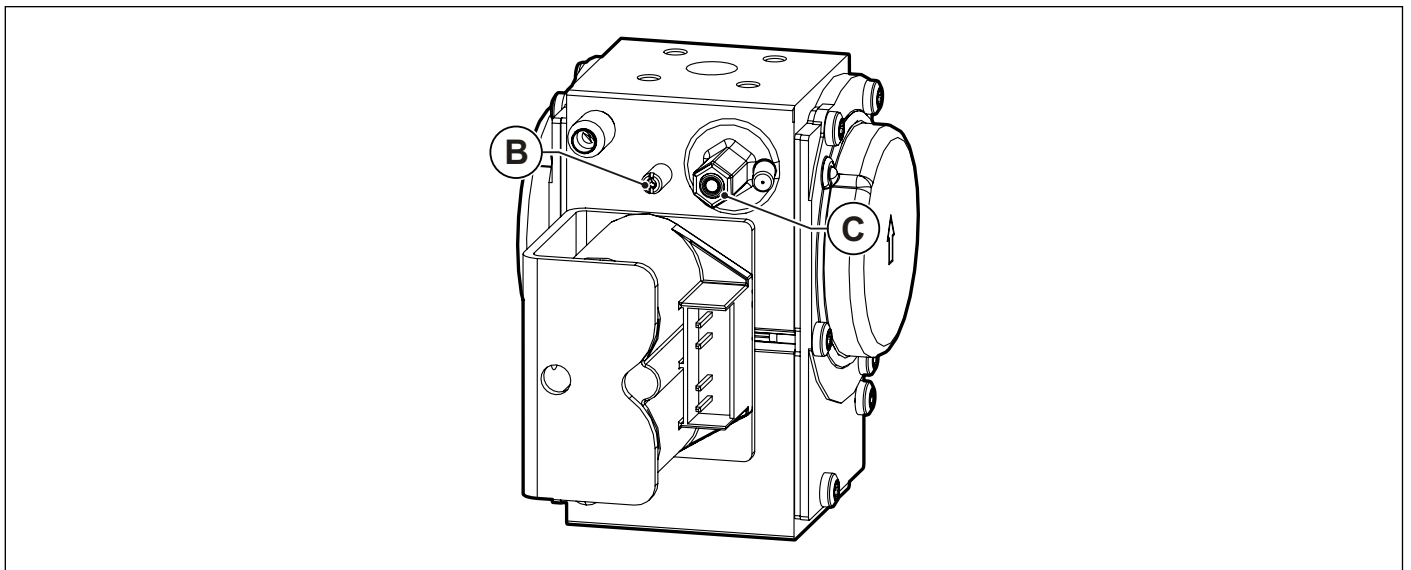

Рис. 41 Регулювання концентрації вуглекислого газу
- Відрегулюйте рівень вмісту вуглекислого газу (CO2) в димових газах за допомогою відповідного регулятора **B** (дивись Рис. 41 Регулювання концентрації вуглекислого газу) та переконайтеся, що його значення знаходиться у межах, вказаних в Таб. 1 Дані налаштування KR 85 і Таб. 3 Дані налаштування KR 120.
- Відрегулюйте рівень вмісту вуглекислого газу (CO2) в димових газах, обертаючи гвинт «offset» **C** (дивись Рис. 41 Регулювання концентрації вуглекислого газу) та переконайтеся, що його значення знаходиться у межах, вказаних в Таб. 1 Дані налаштування KR 85 і Таб. 3 Дані налаштування KR 120.